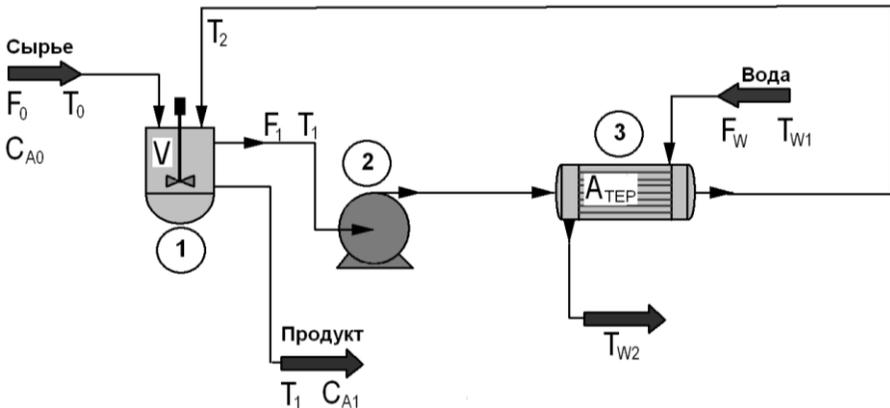

Рис. 14.1. ХТС реактор-теплообменник
Постановка задачи. Провести расчет материально-теплового баланса ХТС реактор-теплообменник (рис. 14.1), состоящей из реактора идеального смешения (1), кожухотрубчатого теплообменника (3) и компрессора (2). В реакторе объемом V протекает экзотермическая реакция вида $A \rightarrow B$.